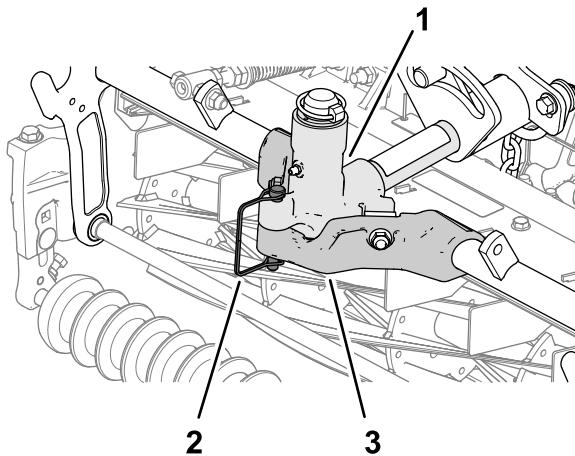

Figure 54
1. Fixez le bâti porteur de l'unité de coupe à la chape de pivot à l'aide de la goupille à fermoir, comme montré à la Figure 54.